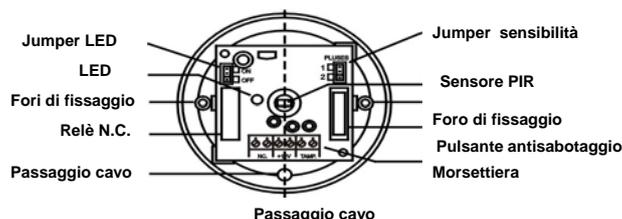

Fig 5
Prima di attivare il relè N.C. bisogna regolare la sensibilità del sensore a seconda dell' ambiente. Mediante il Jumper e possibile selezionare allarme al 1° impulso oppure al 2° impulso. Questo va a ridurre la possibilità di falsi allarmi dovuti alle difficili condizioni ambientali. (Vedi "Pulse switch Fig 5).
2. Settare il Jumper, per regolare la sensibilità (Fig.5)